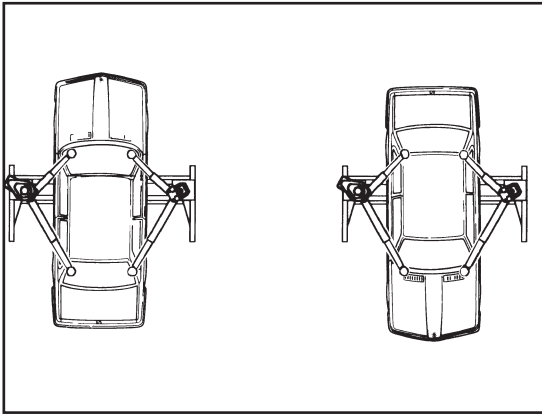

Fig.16 - Abb.16
È estremamente importante posizionare il mezzo sul sollevatore in modo da avere una corretta ripartizione dei pesi sui bracci (fig.16)
- il veicolo sia posizionato in maniera corretta (fig.16)
It is extremely important that the vehicle is positioned on the rack so as to achieve correct load distribution on the arms (see Fig.16).
- the vehicle is correctly positioned (see. fig.16)
Il est très important de bien positionner le véhicule sur l'élévateur pour avoir une répartition correcte des poids sur les bras (fig. 16).
- positionner correctement le véhicule (fig. 16).
Es ist außerordentlich wichtig, daß das Fahrzeug derart auf der Hebebühne positioniert wird, daß eine korrekte Gewichtverteilung auf den Armen gewährleistet ist (Abb. 16).
- bei Bruch der Hauptgegenmutter wird die Notgegenmutter schalten (Vgl. Nr. 1, Abb. 16).
Es sumamente importante colocar el vehículo sobre el elevador de forma que esté correctamente repartido el peso sobre los brazos (fig. 16).
- en caso de rotura del tornillo patrón, interviene el tornillo de seguridad (ref. 1, fig. 16).